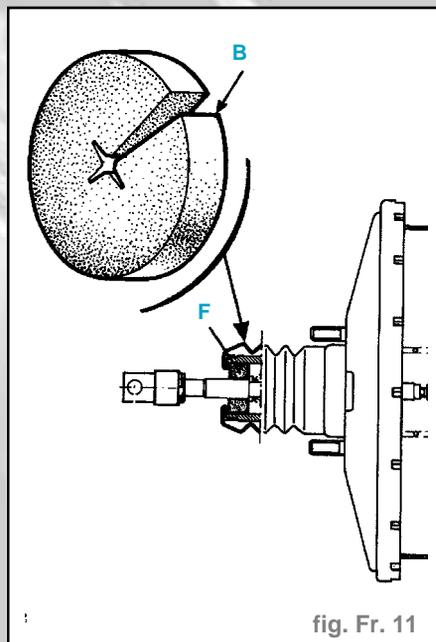

fig. Fr. 11
- Pour le remplacement du filtre à air (F), il n'est pas nécessaire de déposer le servo-frein (fig. Fr. 11).
- Sous le pédalier, à l'aide d'un tournevis ou d'un crochet métallique, extraire le filtre usagé (F). Couper en A le filtre neuf (voir figure) et l'engager autour de la tige puis le faire pénétrer dans son logement en veillant à l'étendre dans tout l'alésage, pour éviter les passages d'air non filtré.